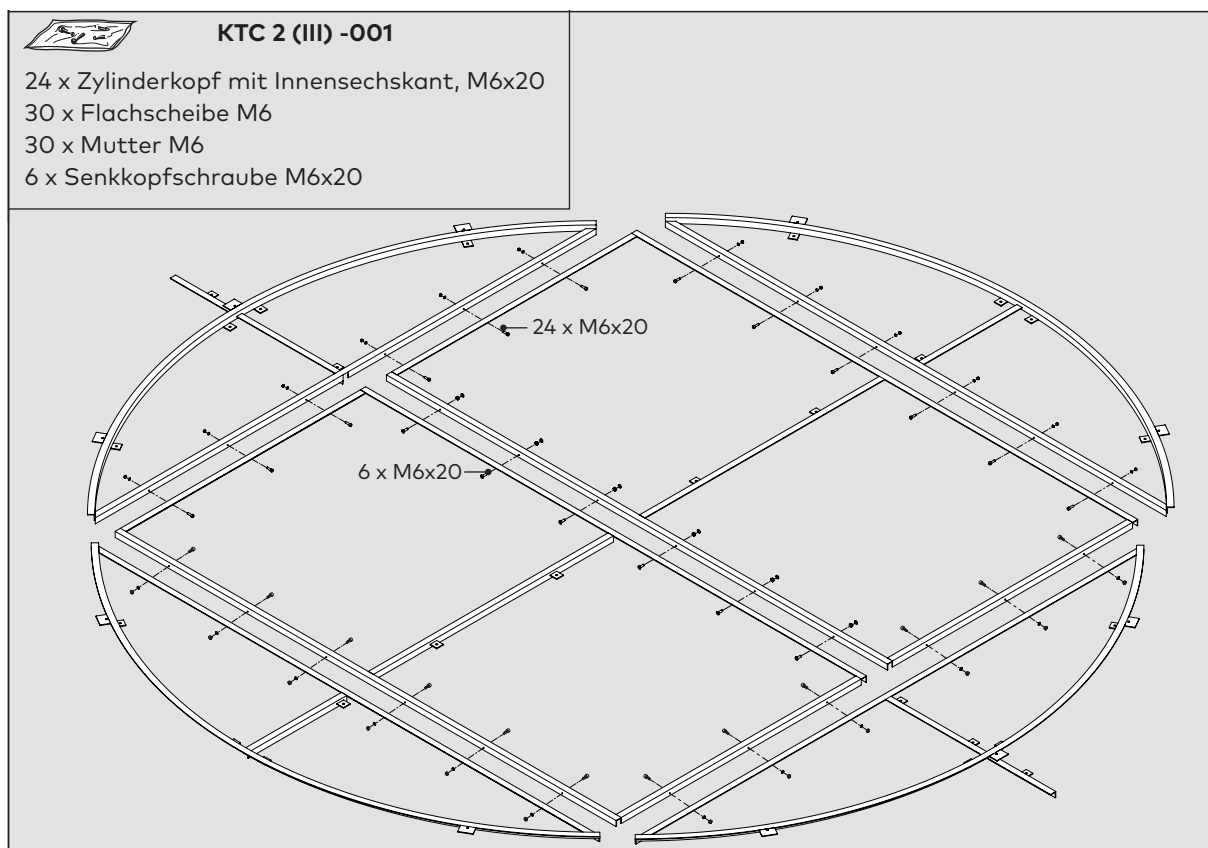

Abb. 8 Teile für Bodenringe
1. Bodenringteile (Abb. 8) an markierten Stellen miteinander verschrauben.